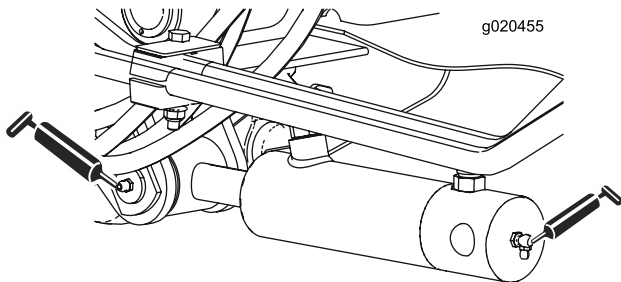

Figure 64
- Bagues de vérins de bras de levage (2 chacun) (Figure 64).